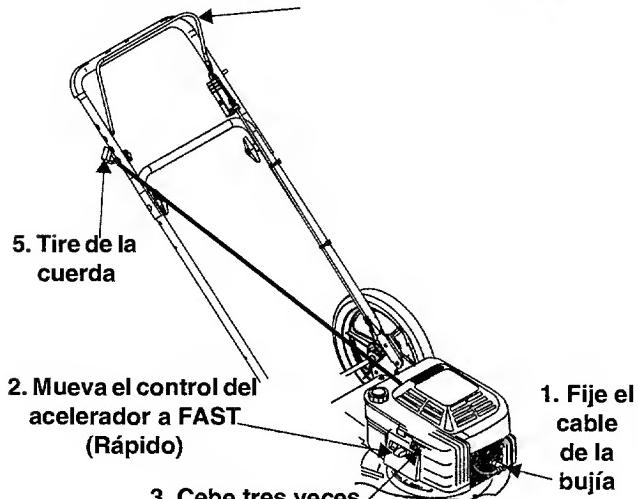

Figura 8
- Ceve tres veces. Vea la Figura 8. Espere dos segundos aproximadamente entre cada cebado. Cebe cinco veces en tiempo frío alrededor de 55° o menor. Despues de un apagado breve **no cebe para volver a arrancar un motor**.
- Sujete el mango del arrancador y tire lentamente de la soga hasta que el motor llegue al comienzo del ciclo de compresión (la soga ofrecerá un poco de más resistencia en este punto). Vea la Figura 8. Permita que la soga se enrolle lentamente.